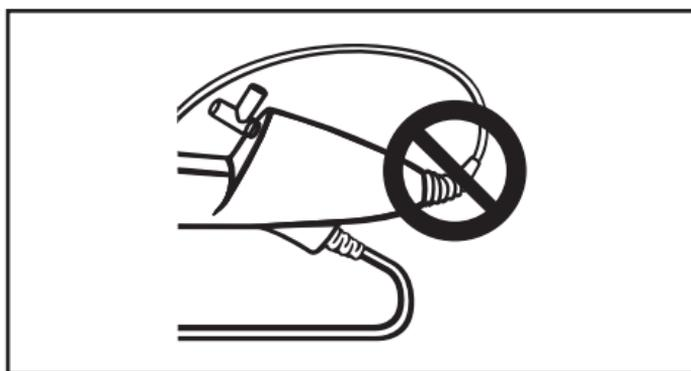

Figure 6. Ne pas courber fortement le corps.
- L'urétéroscope présente un réducteur de tension à la transition entre la poignée et le corps. Le réducteur de tension protège le dispositif pendant son utilisation. Pour ne pas endommager le corps et/ou la fibre optique, ne pas courber fortement le corps (figure 6).